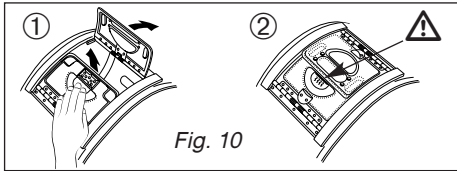

Fig. 10
Ouvrez les portillons du tambour en appuyant sur le poussoir situé sur le volet avant (Fig. 10 ①). L'ouverture est assistée.
- ⚠ **Vérifiez que le liseré coloré du poussoir est bien visible.** (Fig. 10 ②)